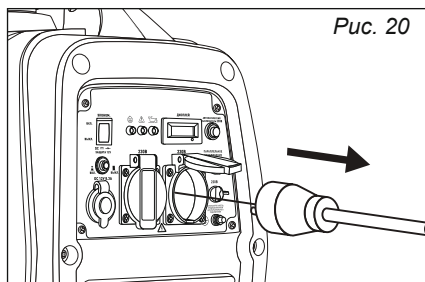

Рис. 20
1. Отключите все электроприборы (рис. 20).